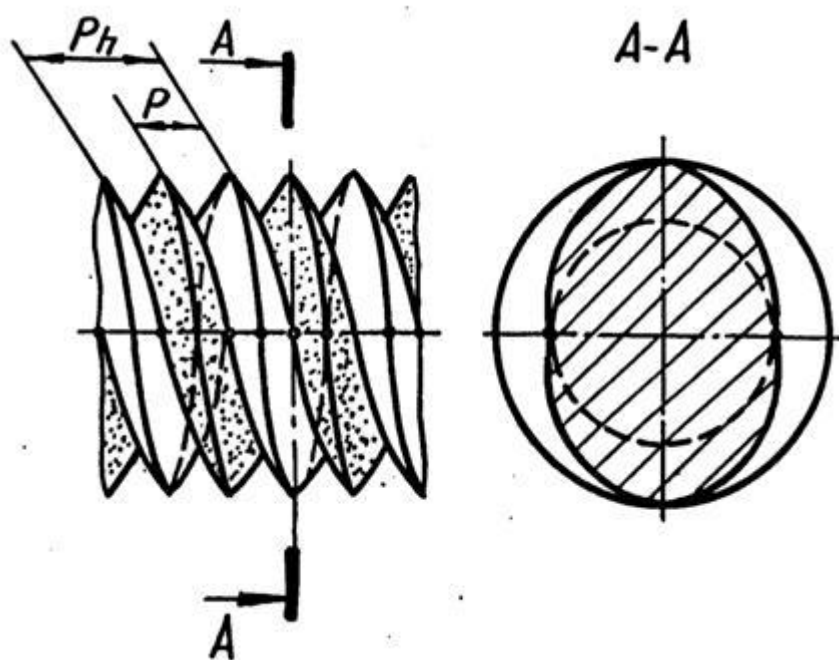

Рис. 1
**Шаг резьбы** ( $P$ ) – расстояние между соседними одноименными боковыми сторонами профиля в направлении, параллельном оси резьбы (рис. 1).